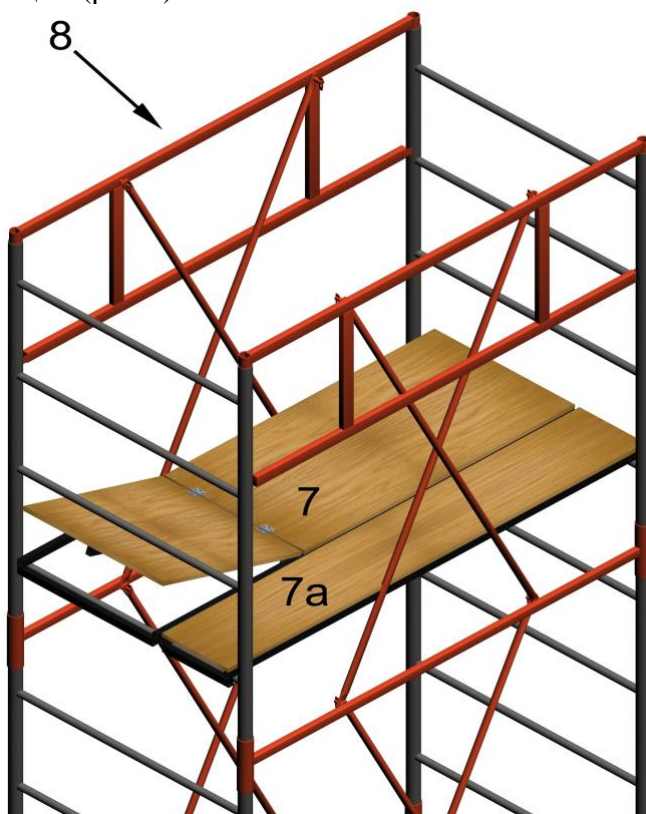

рис.2
4.10. Установить настилы (7,7а) на нижние перекладины лестниц последней секции (рис.2).